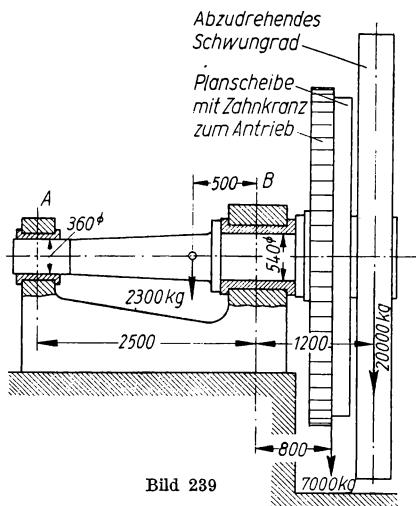

Bild 239
- 365.** Die Spindel einer Planscheiben-Drehmaschine ist nach Bild 239 belastet durch Eigengewicht 2300 kg, Planscheibe mit Zahnkranz zum Antrieb 7000 kg und abzudrehendes Schwungrad 20000 kg. Wie groß sind a) die Belastungen der Lagerzapfen A und B? b) die Reibungswiderstände in den beiden Lagern? Die Zapfenreibungszahl ist 0,06; c) die erforderliche Antriebsleistung der Drehmaschinen-Spindel bei $n = 9$ U/min und Leerlauf, d. h. wenn der Drehmeißel nicht arbeitet?